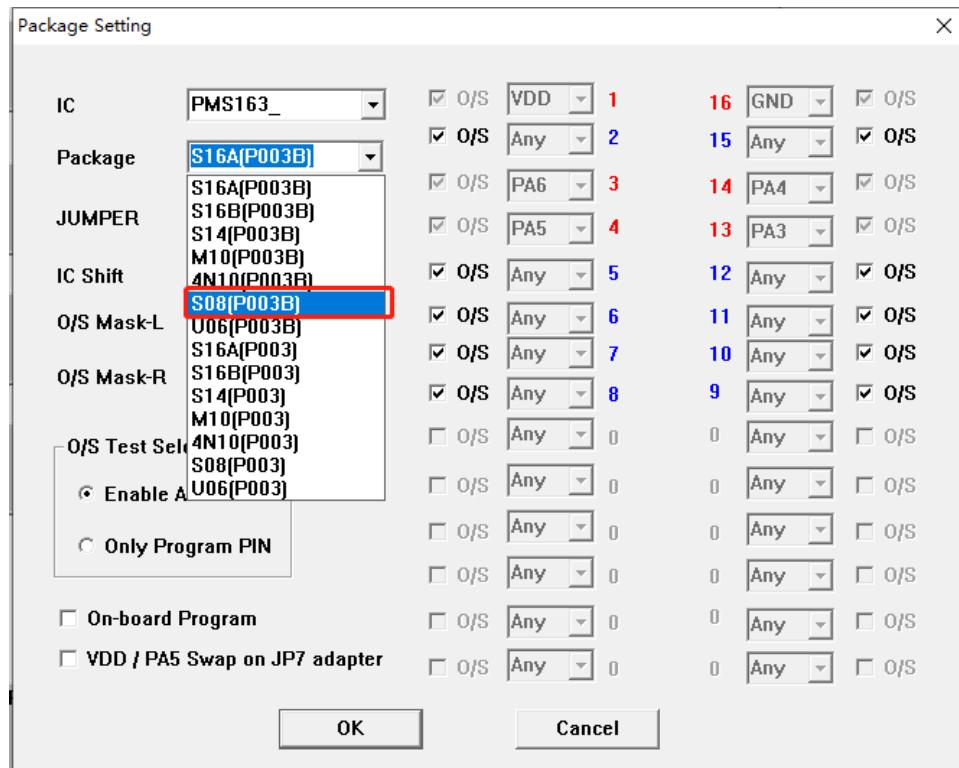

图 28: PMS163-S08 在 P003B 转档配置
1. 使用 PDK5S-P-003B 烧录 PMS163 时, 只有 S16A 和 S14 封装是烧录器背面 jumper 插 JP2 位置, 正面烧录插座往下空移 4 格, 即可烧录。而其他封装都需要转档, 使用 Jumper7 跳线。接下来以 PMS163-S08 的烧录为例, 其他封装需对应修改 “package setting” 界面和 Jumper7 跳线方法即可。封装设置如图 28 所示: